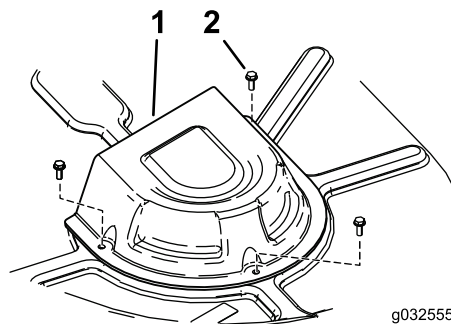

Figura 55
4. Retire las cubiertas de la polea (Figura 55).